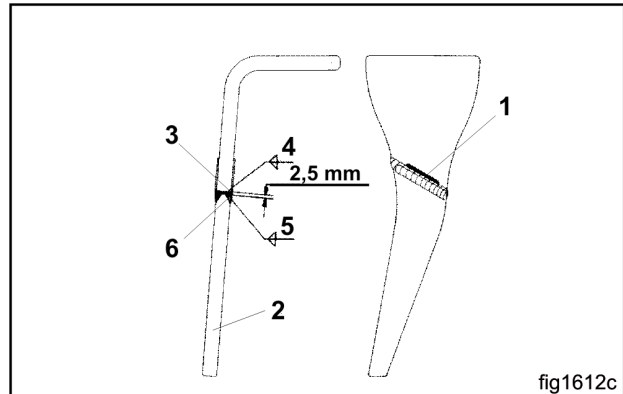

Fig. 127
- Markierung (Fig. 127/1) zum Durchtrennen anbringen
- alten Bodenbearbeitungszinken an der Markierung (Fig. 127/1) durchtrennen
- Anschweißspitze (Fig. 127/2) mit Wurzellagenschweißung (Fig. 127/3) am Zinkenstummel befestigen und Zinken abkühlen lassen
- Nach der Decklagenschweißung (Fig. 127/6) ist der Zinken wieder einsatzfähig.